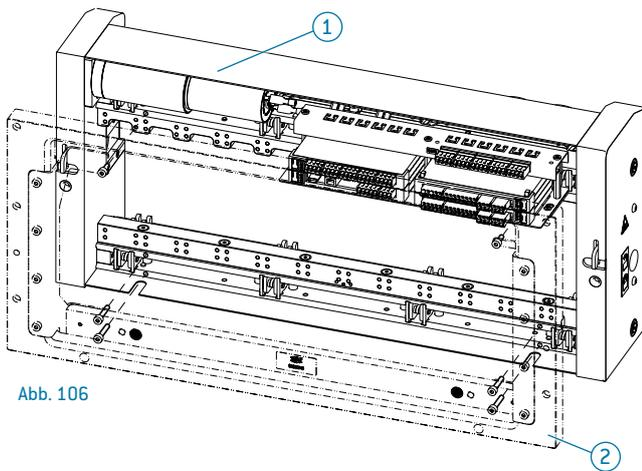

Abb. 106
- Beim Betrieb des Receivers **1** ohne zusätzlichen Anschraubteile **2** ist in diesem Fall der Schutzleiteranschluss an der in Abb. 105 mit **4** gekennzeichneten Stelle anzubringen, der hier vorgeschriebene Drehmoment kann aus Tabelle Kap. 6.14 entnommen werden. Dabei muss der Schutzleiteranschluss wie in Kap. 7.6, Abb. 106 und 107 beschrieben aufgebaut sein.
- Beim Betrieb des Receivers ① ohne zusätzlichen Anschraubteile ② ist in diesem Fall der Schutzleiteranschluss an der in Abb. 111 mit ④ gekennzeichneten Stelle anzubringen, der hier vorgeschriebene Drehmoment kann aus Tabelle Kap. 6.14 entnommen werden. Dabei muss der Schutzleiteranschluss wie in Kap. 7.6, Abb. 106 und 107 beschrieben aufgebaut sein.
- Beim Betrieb des Receivers ① mit zusätzlichen Anschraubteilen (z.B. Montageplatte ② oder Teleskopauszug 7.6.3) muss die Schutzverbindung an den dort gekennzeichneten Stellen ④ angebracht werden. Die Übertragung der Schutzverbindung wird dann über die beschriebenen Befestigungspunkte ③ realisiert, auch hier sind die Drehmomentvorgaben nach Tabelle Kap. 6.14 einzuhalten.
- Für den Anschluss ist hier ein M6 Gewinde vorgesehen. Dabei muss der Schutzleiteranschluss wie in Kap. 7.6, Abb. 106 und 107 beschrieben aufgebaut sein.
- Die Schutzverbindung am 12-Flex FOUR A Receiver Teleskopauszug ohne Tischflansch ① erfolgt über den Schutzleiteranschluss ④.
- Die Schutzverbindung am 12-Flex TWO M Receiver Teleskopauszug mit Tischflansch ① erfolgt über den Schutzleiteranschluss ④.
- Für den Anschluss ist hier ein M6 Gewinde vorgesehen. Dabei muss der Schutzleiteranschluss wie in Kapitel Kap. 7.6, Abb. 106 und 107 beschrieben aufgebaut sein.
- Die Schutzverbindung am 12-Flex TWO M Receiver Teleskopauszug ohne Tischflansch ① erfolgt über den Schutzleiteranschluss ④.
- Die Schutzverbindung am 12-Flex FOUR A Receiver Montageplatte mit Tischflansch ① erfolgt über den Schutzleiteranschluss ④.